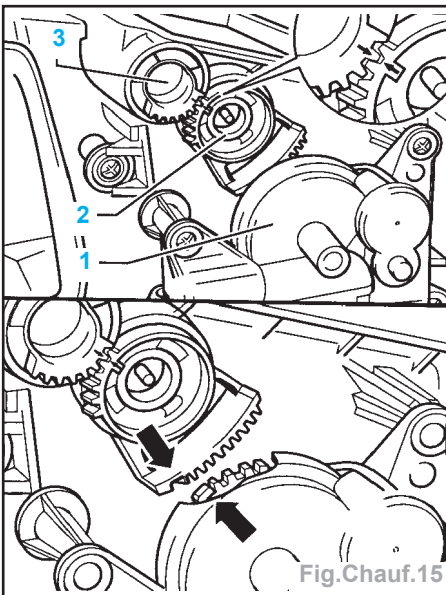

Fig. Chauff.15
- Dévisser le servomoteur du volet central (1) du boîtier répartiteur (Fig. Chauff.15).